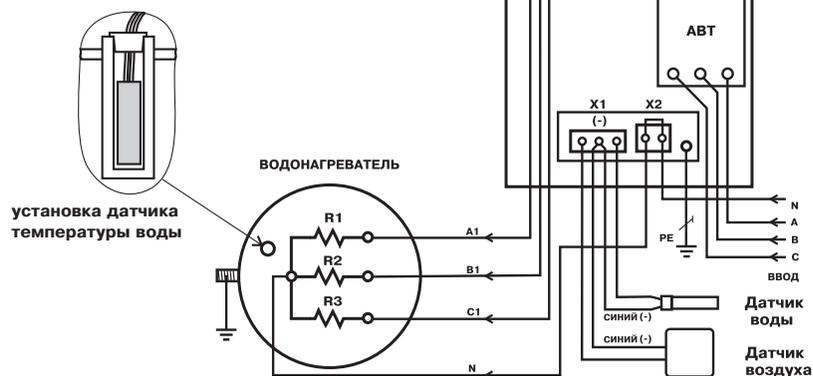

Рис.2 Схема подключения панели управления
5.2. Эксплуатация панели должна осуществляться только при условии ее подключения в соответствии со схемой подключений (Рис.2).
6.3. Подключить панель к питающей сети кабелем соответствующего сечения исходя из номинальной мощности электроводонагревателя согласно схеме подключений Рис.2 настоящего паспорта. Если используется одножильный медный провод, то необходимо тщательно зачистить и облудить присоединяемые концы. При использовании многожильного кабеля его концы необходимо тщательно зачистить и обжать контактным наконечником.
Во избежание искрения, места присоединения проводов необходимо тщательно затягивать. Ввод кабелей и проводов осуществляется с учетом сохранения степени защиты панели. При подключении панели ПУ ЭВТ-И1 к однофазной сети переменного тока необходимо соединить вместе клеммы А,В,С вводного автомата и подключить их к фазному проводу питающей сети. Нулевой провод питающей сети подключается согласно схеме Рис.2.
6.4. Установить датчик температуры воды, выполненный в виде гильзы из нержавеющей трубки, в специальное герметичное отверстие в водонагревателе. Для этого необходимо извлечь защитную пробку из отверстия, поместить в него датчик до упора и зафиксировать его пробкой, входящей в комплект датчика, (см.Рис.2). Датчик температуры воздуха необходимо установить в помещении на высоте 1.4 - 1.5 м от пола, исключив прямое воздействие на него потоков воздуха от нагревательных приборов, вентиляторов и т.д.. Нагрев корпусов датчиков при монтаже не должен превышать их максимальную рабочую температуру. Подключить датчики к монтажной колодке X1 в соответствии со схемой Рис.2, обращая особое внимание на полярность датчиков. Провода датчиков синего цвета, помеченные знаком (-) подключаются на среднюю клемму колодки X1. Датчики подключаются медными проводами сечением 0.5- 0,75 кв.мм необходимой длины. При длине провода более 10 метров желательно использовать провода свитые в пары (не более 50 метров).
6.5. Подключить панель к электроводонагревателю согласно схеме подключений Рис.2 кабелем соответствующего сечения исходя из номинальной мощности электроводонагревателя.
6.6. Выполнить заземление (защитное зануление) корпуса панели в соответствии со схемой подключений Рис.2.